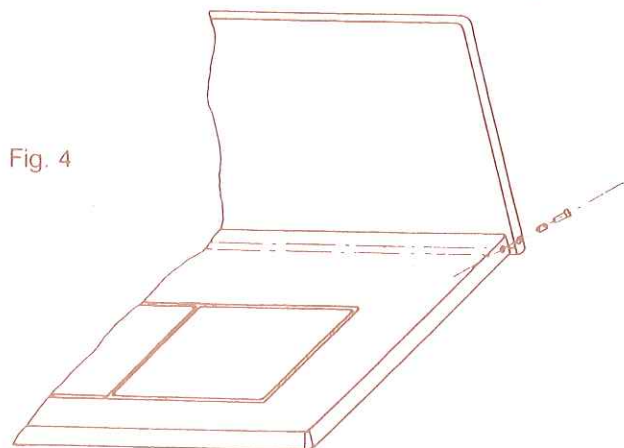

Fig. 4
- Si vous raccordez au conduit de cheminée par l'arrière, fixer la buse à l'arrière puis montez le dosseret sur le dessus en fonte par deux vis qui formeront un tourillon (fig. 4) (uniquement réf. 6752/240152 - 6753/240153).